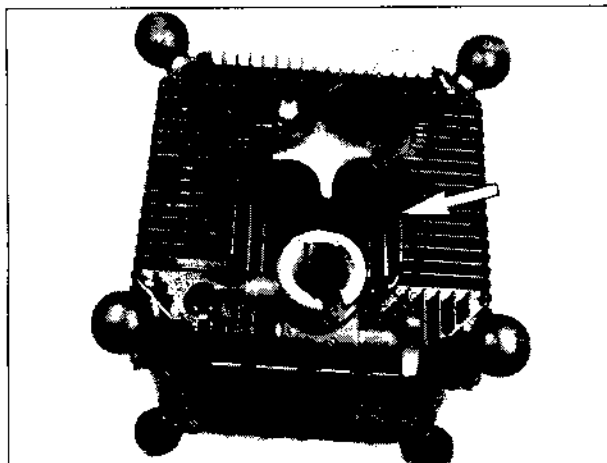

Bild 37
9. Konsole (Bild 37/Pfeil) an die RF-Einheit FM 1000 anbauen.